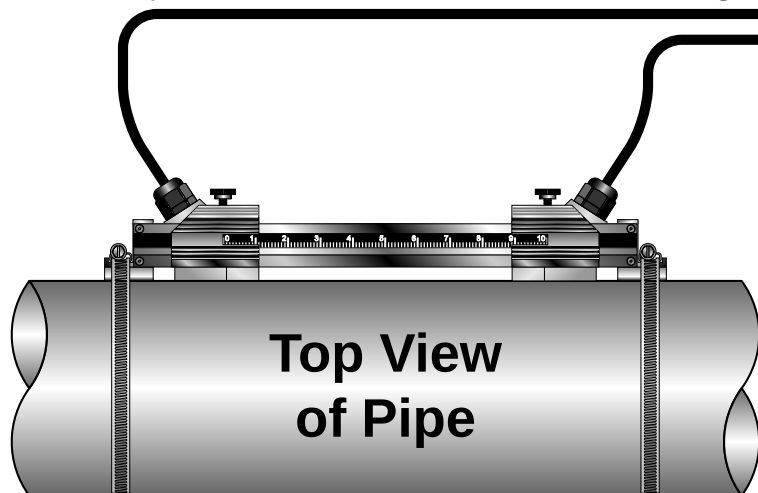

ABBILDUNG 2.14 – INSTALLATION DER MONTAGESCHIENE
- 5) Positionieren Sie den ersten Sensoren zwischen den Montageschienen nahe des Nullpunkts auf der Maßeinteilung. Schieben Sie den Bügel über den Sensoren. Richten Sie den Bügel/Sensoren so aus, dass die Aussparung im Bügel auf Null auf der Maßeinteilung sitzt. Siehe **Abbildung 2.14**.